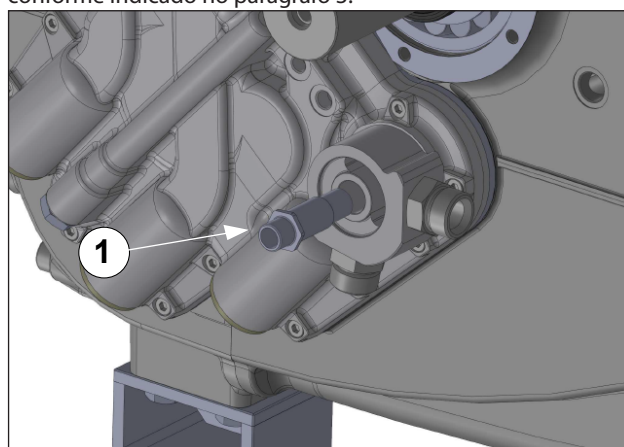

Fig. 130
Aparafuse os dois cotovelos de conexão aos tubos do trocador (pos. ①, Fig. 130) e aperte-os com chave dinamométrica, conforme indicado no parágrafo 3.